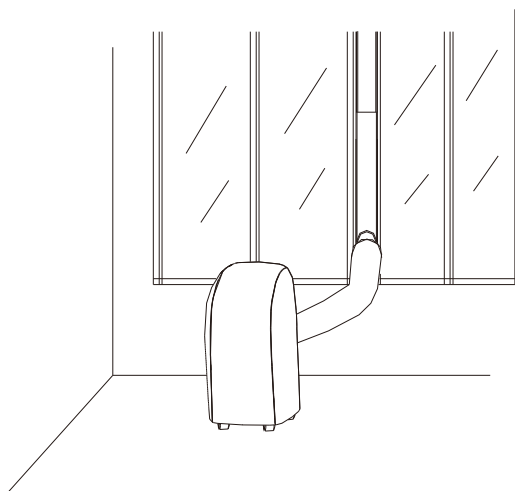

Fig. 11
12. Assemblage de l'ensemble de l'unité comme illustré dans le dessin de la Fig11 dessin illustré.